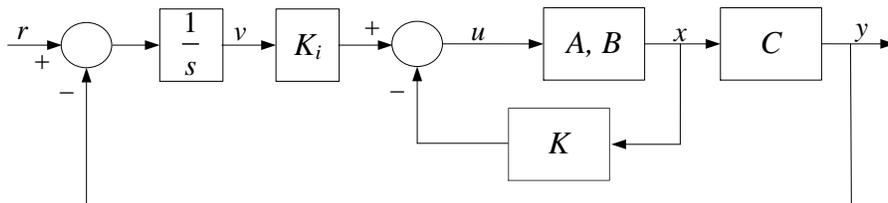

Figura 11.2 – Realimentação de estados com inserção de integrador.
- 2) Projete um controlador por realimentação de estados com integrador, conforme a figura 11.2, alocando os polos em malha fechada do sistema com a seguinte especificação: $\xi = 0,707$ e $\omega_n = 10$ rad/s. Escolha o polo do integrador em $s = -10$.